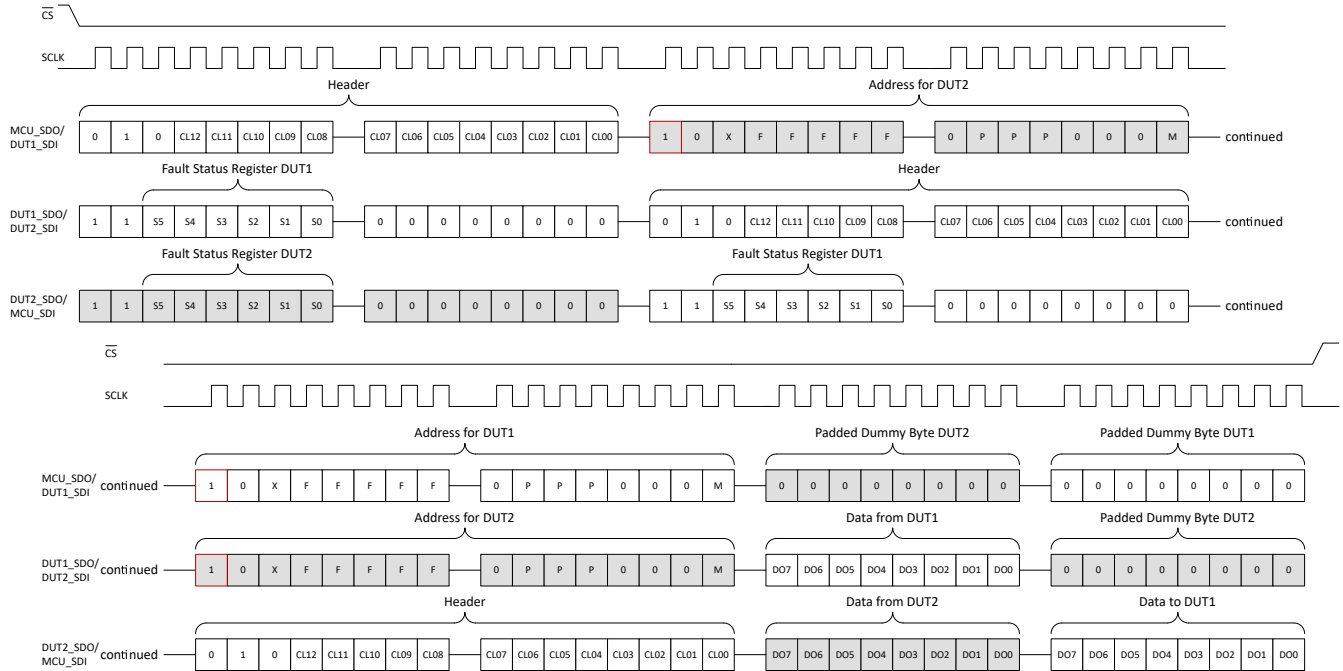

図 7-12. SPI デイジーチェーンの読み取り
図 7-12 に、デイジーチェーン内の 2 つのデバイスのデイジーチェーン読み取りの例を示します。ヘッダ バイトはチェーン長 (CL) 値 2 で送信され、その後に DUT2、DUT1 のアドレス、続いて DUT2、DUT1 の 8 ビットのダミー データ入力 that 送信されます。最初のデバイスがデータをシフト出力する際、まず自身のステータス セグメントを送信し、その後に元のヘッダ、DUT2 のアドレス、DUT1 からのデータ出力、そして DUT2 のダミー データ入力を送信します。チェーン内の最後のデバイスは、まず自身のステータスを送信し、その後に DUT1 のステータス、最後に DUT2、DUT1 のデータ出力を送信します。